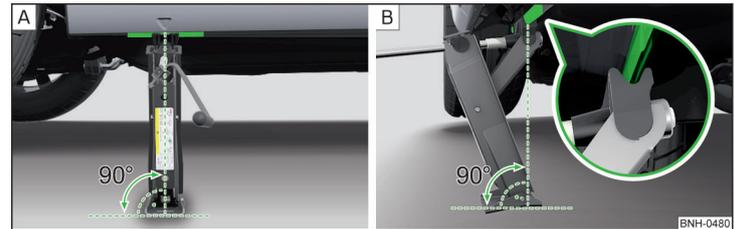

Fig. 243 **Colocar el gato**
- Apoye la placa de base del gato con toda la superficie en un suelo recto de la manera que el gato se encuentra en posición vertical respecto a la travesa de toma » fig. 243 - **A**.
- Gire el gato con la manivela hacia arriba hasta que la garra se encuentre en el larguero » fig. 243 - **B**.